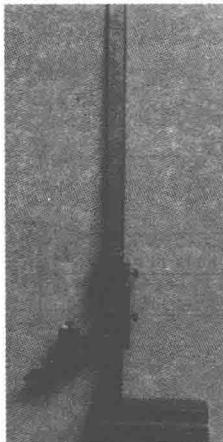

图 2-2 游标高度卡尺
(2) 游标高度卡尺 游标高度卡尺由游标卡尺和尺座组成并附有划针脚，能直接表示出工件的高度尺寸，其最小读数值一般为 0.02mm，可作为精密划线工具，如图 2-2 所示。
(4) 游标高度卡尺 如图 2-2 所示, 它附有划针脚, 能直接表示出工件的高度尺寸。其最小读数值一般为 0.02mm, 可作为精密划线工具。